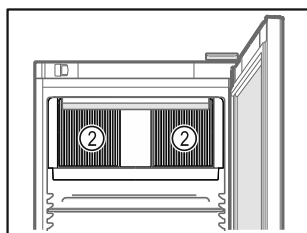

Fig. 62
- Se till att inte blockera ventilationsgallren *Fig. 62 (2)* för fläkten inne i skåpet.